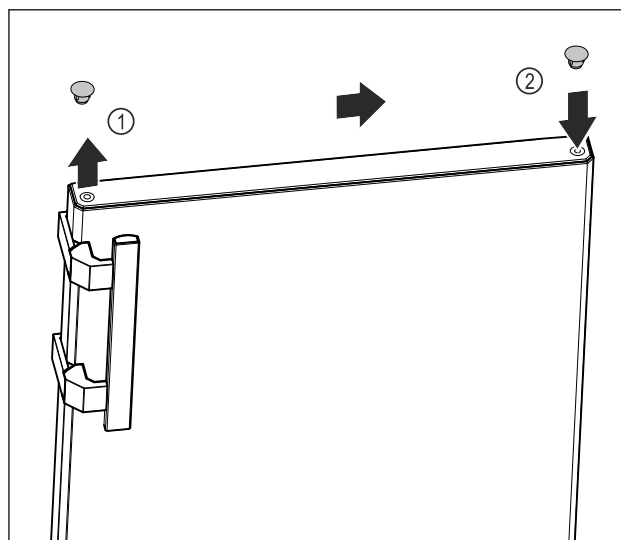

Fig. 13
- Pomocí plochého šroubováku opatrně zvedněte krycí zátku na horní straně dvířek Fig. 13 (1).
- Zasuňte krycí zátku na opačné straně. Fig. 13 (2)